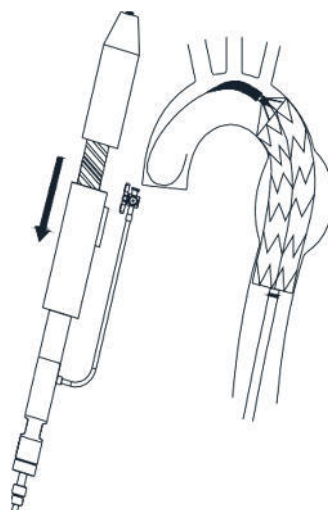

Рис. 8 Быстро развернуть стент-графт
- ♦ Быстро развернуть стент-графт. Удерживать передний захват системы доставки в неподвижном состоянии, затем разблокировать спусковой крючок и потянуть направляющий захват вдоль винтовой передачи, чтобы полностью развернуть стент-графт. (Рис. 8)